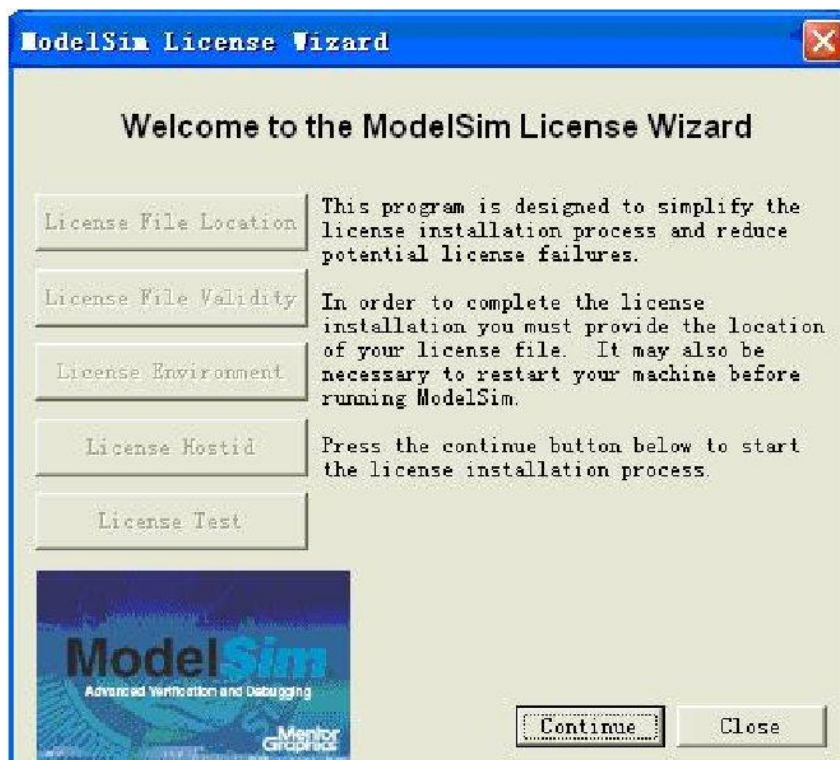

图 4-96 ModelSim 软件 License 管理向导
3) 如果选择的是完全版本, 安装之后会出现 License Wizard 对话框, 如图 4-96 所示。